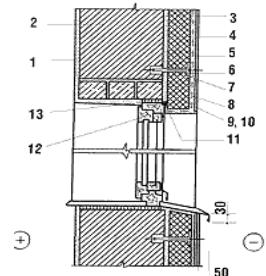

Рис. 1
**Основная часть.** Наружное утепление «мокрого типа». Технологии утепления «мокрого типа», в которых защита утеплителя производится при помощи армированного штукатурного слоя, появились на российском рынке более 10 лет назад. Штукатурная система утепления фасадов, например система «Текс-Колор», предусматривает крепление теплоизоляционного материала к существующей стене при помощи анкеров, дюбелей и клеевых составов, с последующим нанесением штукатурного слоя по армирующей сетке (рис. 1, где 1 - кирпичная кладка; 2 - внутренняя штукатурка; 3 - клеевой слой для крепления теплоизоляции; 4 - утеплитель; 5 - выравнивающий слой; 6 - армирующая стек-